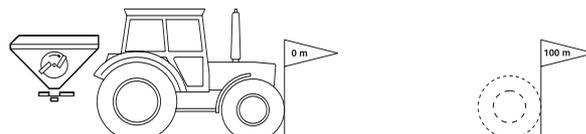

Fig. 25
- Mesurez avec précision dans le champ une distance de 100 m. Repérez le début et la fin du parcours (Fig. 25).